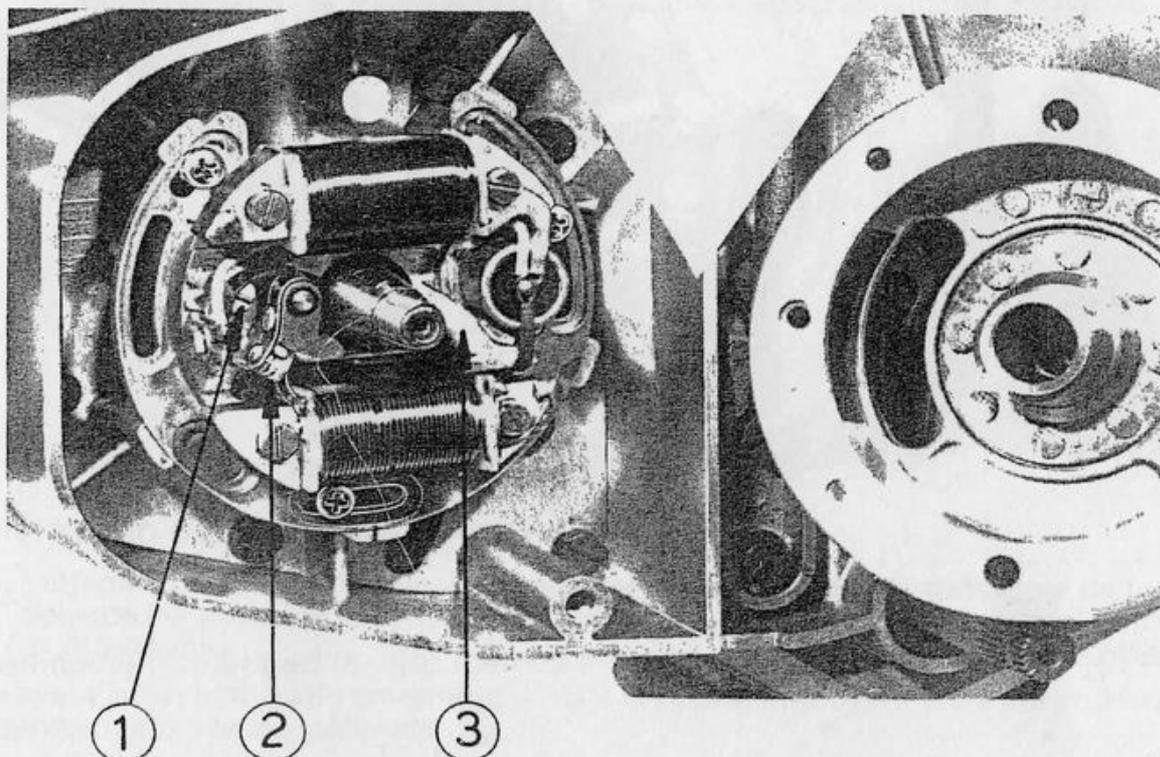

Fig. 2 - Registrazione contatti rottore
Registrazione «contatti» e lubrificazione - Ogni 3000 Km., è necessario controllare i «contatti» (puntine platiniate) attraverso le feritoie del volano, verificando che la loro distanza al momento della massima apertura sia di 0,35 - 0,40 mm. e che siano in buon stato di conservazione (fig. 2/2).
- Allentare la vite che blocca la piastrina porta «contatto fisso» (fig. 2/1), spostare la piastrina stessa sino ad ottenere la giusta distanza. Inoltre, assicurarsi che i contatti non siano ossidati, eventualmente pulirli con una sottile lima a taglio finissimo.
- E' opportuno ingrassare all'interno del volano il «feltro» (fig. 2/3) che lubrifica la camme, con una minima quantità di grasso per cuscinetti.